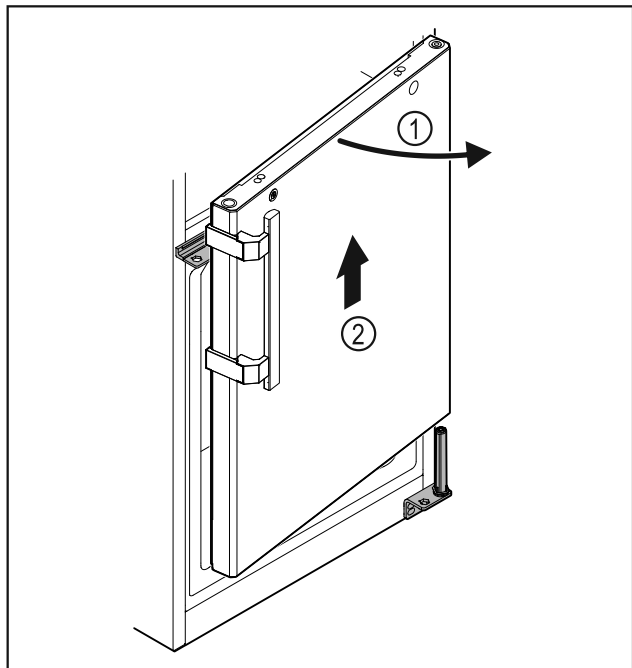

Fig. 34
► Lekko otworzyć drzwi Fig. 34 (1), podnieść prosto do góry o ok. 200 mm i zdjąć Fig. 34 (2).